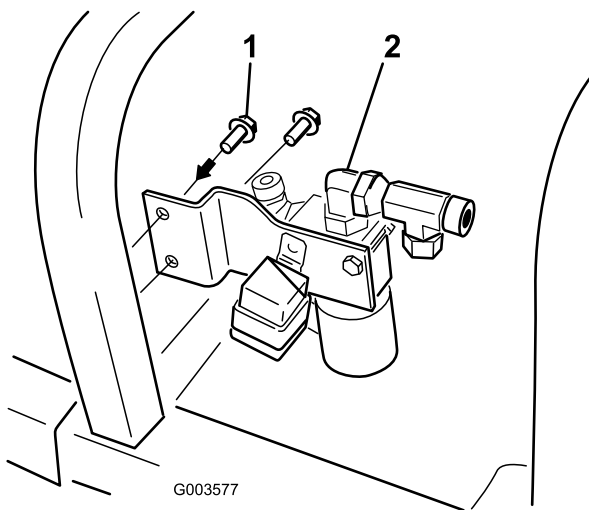

Figura 12
7. Instale el soporte de la válvula en el bastidor de la máquina con 2 pernos autorroscantes (9/32 x 3/4 pulgada) (Figura 12).